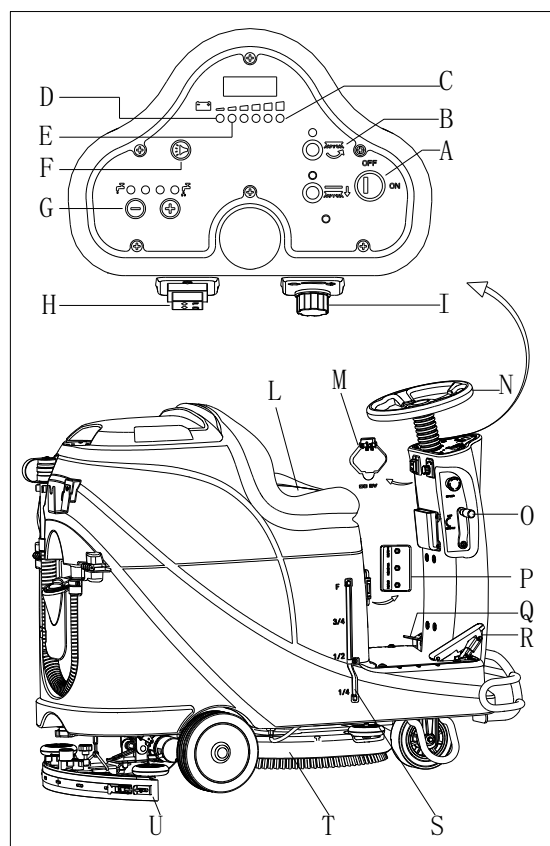

Figura 10
2. Sedersi sul sedile (L, Figura 10), inserire l'interruttore chiave (A) e ruotarlo su "ON". Se la luce verde (C) è accesa, le batterie sono cariche e pronte all'uso. Se la luce gialla (E) o rossa (D) è accesa, le batterie devono essere ricaricate prima dell'uso. [consultare i capitoli MANUTENZIONE per la ricarica della batteria]
11. Rilasciare il pedale dell'acceleratore (R, Figura 10), la macchina smette di funzionare.
12. Premere il tasto spazzole (B) per fermare il motore spazzole.
13. Sollevare il supporto spazzole (T) premendo il pedale (Q).